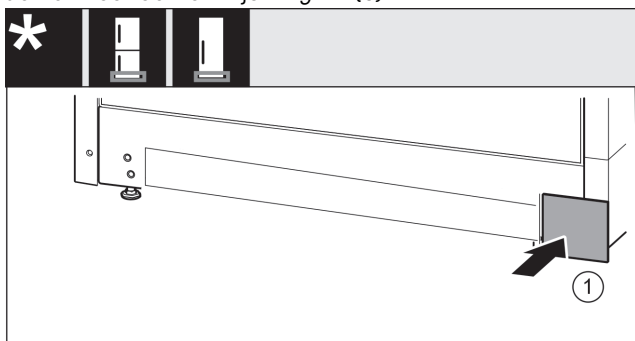

Fig. 15
- ▶ Afdekking aan de andere kant weer plaatsen. Fig. 15 (1)